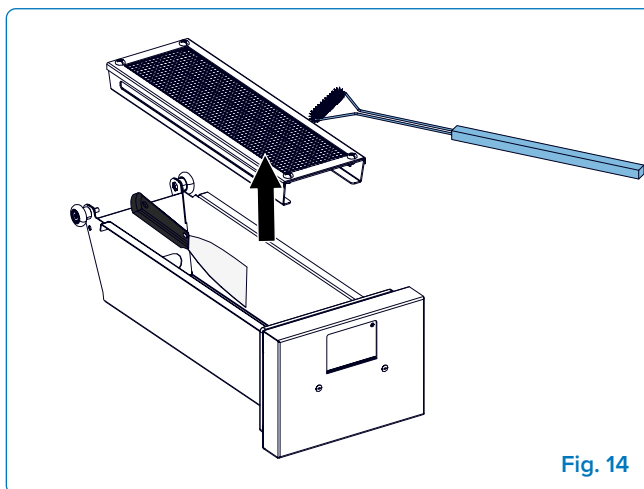

Fig. 14
4. **Retirez et nettoyez la grille** – Retirez la grille qui retient les copeaux de bois. Secouez les débris restants et brossez-la pour la nettoyer (**Fig. 14**).